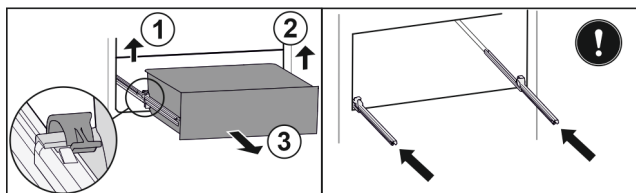

Fig. 151
- ▶ Zvedněte levou svorku a současně vytáhněte zásuvku vlevo dopředu. Fig. 151 (1)
- ▶ Zvedněte pravou svorku a současně vytáhněte zásuvku vpravo dopředu. Fig. 151 (2)
- ▶ Vyjměte zásuvku dopředu. Fig. 151 (3)